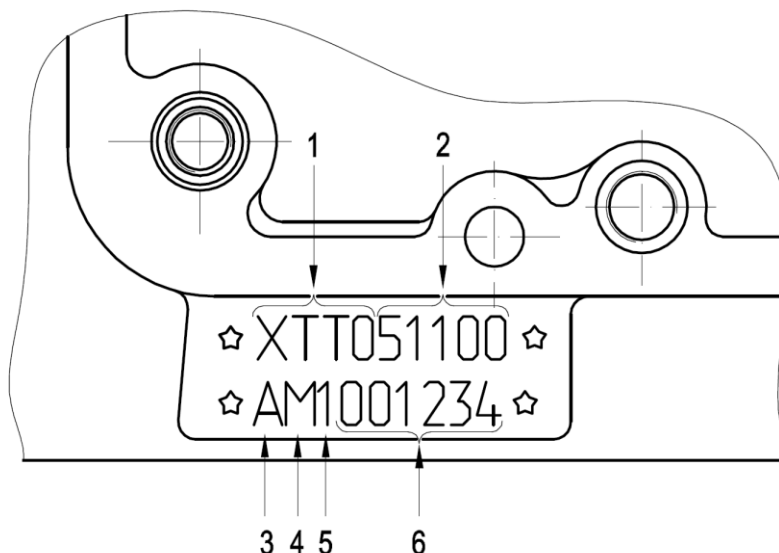

Рис.3. Идентификационный номер двигателя:
2. На блоке цилиндров ударным способом наносится идентификационный номер двигателя согласно рис.3. Идентификационный номер двигателя выбит в две строчки на необработанной поверхности площадки, расположенной с правой стороны блока цилиндров в верхней его части у переднего торца.